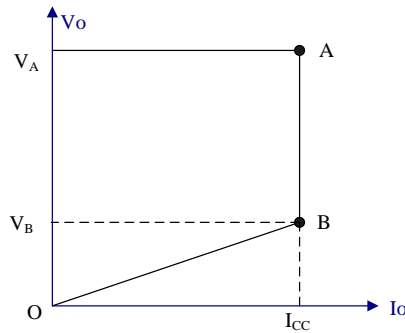
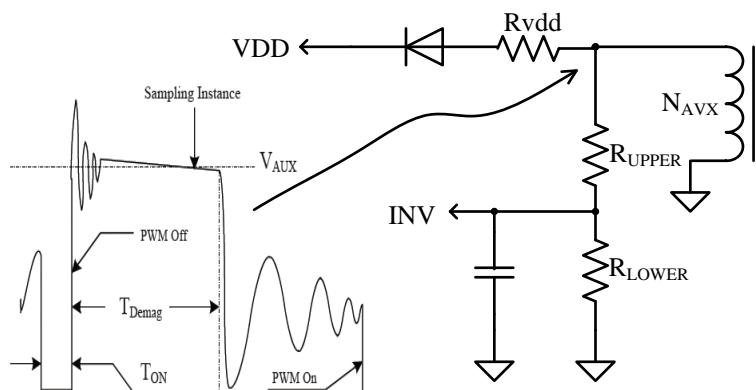
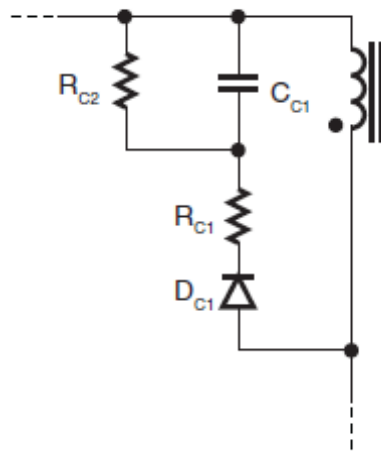

图3 充电器V-I曲线
图 4 INV 采样电路
图5 RCD 型箝位电路
如图 4，PR6251 通过电阻 R_{UPPER} 和 R_{LOWER} 分压器在每个开关周期采样辅助绕组去磁结束时的电压。采样电压被送到 INV 脚与基准电压 2.5V 比较，误差被放大，误差放大器的输出电压反映了负载情况，通过控制开关频率来调节输出电压，达到恒压目的。
2、空载时较小的导通时间易影响系统空载输出电压的准确性，因此在辅助绕组与 VDD 之间串一电阻 R_{vdd} （图 4）是必要的。
对于RCD型钳位电路图5，降低 C_{C1} 的值并增大 R_{C2} 的值，同时应将峰值漏极电压保持在 $<580\text{ V}$ 。如果 C_{C1} 的值较大，则箝位电压（影响反馈绕组采样电压）的稳定时间会更长，从而可能导致更高的输出纹波电压。推荐 C_{C1} 使用MYLA 电容，容值不得超过 1.0 nF 左右。PR6251通过INV脚采样辅助绕组信息，达到间接采样输出电压与电流信息，进而稳定输出电压与电流。由于PR6251采样辅助绕组信息的点随输出负载的大小而改变，即在空载和极轻负载时在去磁时间的 $\frac{1}{3}$ 处采样（如表1的4张图所示），之后在去磁时间的 $\frac{2}{3}$ 处采样。因此当系统工作于空载和极轻负载时，图5所示的RCD钳位电路对系统的采样波形影响甚大，亦即RCD钳位电路影响系统的采样点。如表1中的4张图所示，对于IC来说在空载和极轻负载时会保证在每个去磁时间的 $\frac{1}{3}$ 处采样，但由于系统寄生参数的不同导致在功率开关管关断时，采样波形和谐振时间不尽相同（如表1中的图1、图2、图3、图4所示）。表1中的图1是我们所需要的正常的采样波形，其余图2-4都会因为采样错误而导致错误的输出电压。因此在系统设计时，请尽量降低变压器的漏感，辅助绕组的绕线均匀平整，对于图5的RCD钳位电路增加 R_{C1} 可很好地改善系统的采样。
表-图 3
表-图 4